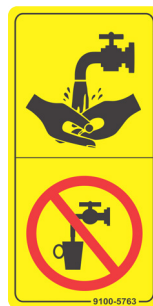

Figura 21
- Essa água é imprópria para consumo humano (Figura 21).